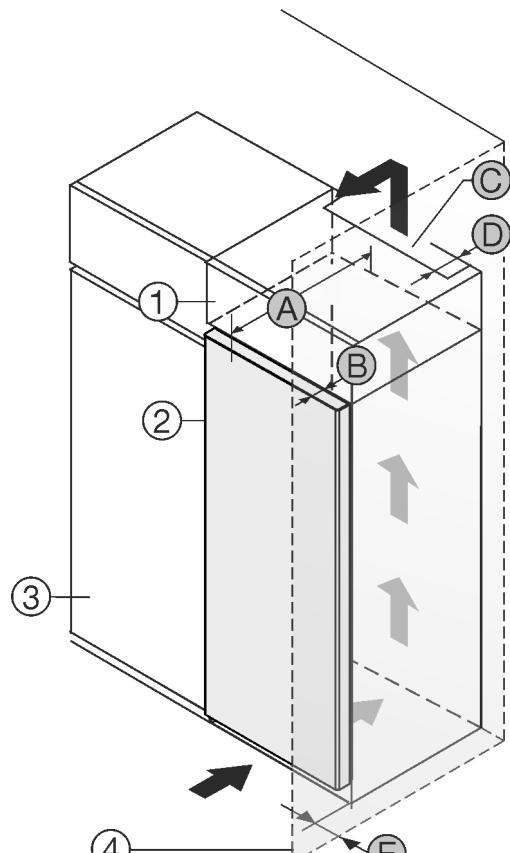

Fig. 1
Amplasați aparatul direct lângă dulapul de bucătărie Fig. 1 (3).
În partea din spate a dulapului suspendat trebuie să existe o fântă de aerisire cu grosimea Fig. 1 (D) pe toată lățimea dulapului suspendat.
Sub tavanul încăperii trebuie să fie respectată secțiunea de ventilație Fig. 1 (C).
Atunci când aparatul este montat cu balamalele lângă un perete Fig. 1 (4), distanța dintre aparat și perete trebuie să fie de minim 13 mm.
Atunci când aparatul este montat cu balamalele lângă un perete Fig. 1 (4), distanța dintre aparat și perete trebuie să fie de minim 20 mm.
Pentru a putea deschide complet ușa, aparatul trebuie să fie proeminent cu cel puțin adâncimea ușii Fig. 1 (B) față de suprafața frontală a dulapului de bucătărie. În funcție de adâncimea dulapurilor de bucătărie Fig. 1 (3) și utilizarea distanțierelor de perete, aparatul poate ieși mai mult în afară.